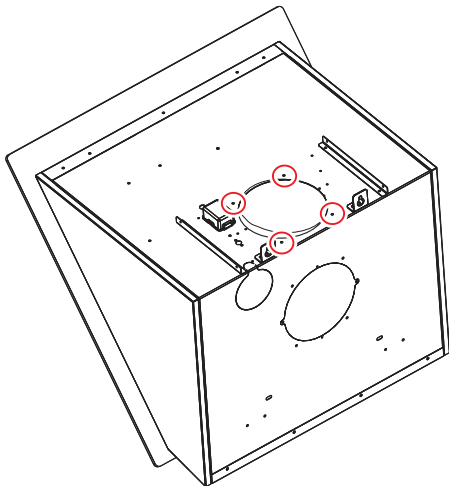

Abb. 13: Schrauben des Motors lösen
1. ➤ Lösen Sie die Schrauben des Motors (Abb. 13).